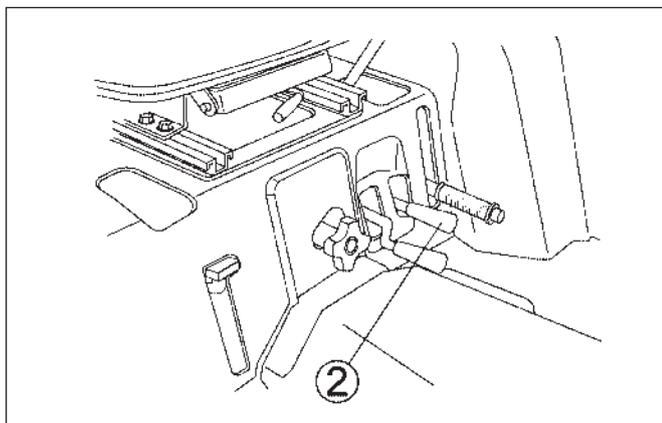

FIG. 4-26
**FIG. 4-26:** Le levier de sélection, 2, embraille et débraille l'entraînement de l'essieu avant. Avec le levier vers le bas, l'essieu avant est entraîné et les quatre roues sont motrices. Avec le levier vers le haut, l'essieu avant (4-WD) n'est pas entraîné.